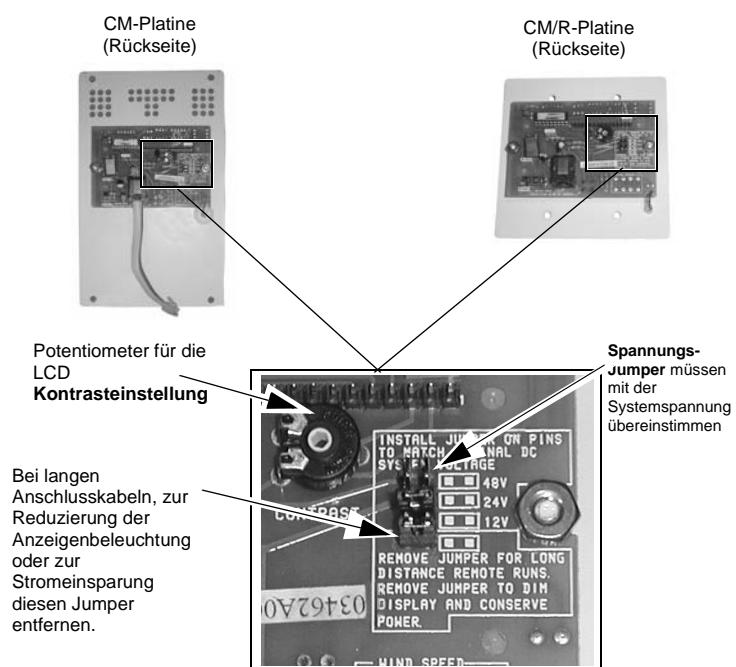

Abbildung 9 Jumper-Positionen auf der CM- und CM/R-Abdeckung
Auf der rechten Seite der Platine auf der Rückseite der Abdeckung sind vier Jumper-Sets angeordnet. Mit drei Jumpers wird die Systemspannung auf 12, 24 oder 48 Volt eingestellt. Der vierte Jumper reduziert die Helligkeit der Anzeigenbeleuchtung, um Strom zu sparen und die Genauigkeit bei Einsatz von längeren Anschlusskabeln zu verbessern. Siehe Abbildung 9 für Jumper-Positionen.
- ◆ Schieben Sie den Jumper auf die Stifte, die der Systemspannung entsprechen. Siehe Abbildung 9 für die Position der Spannungs-Jumper.